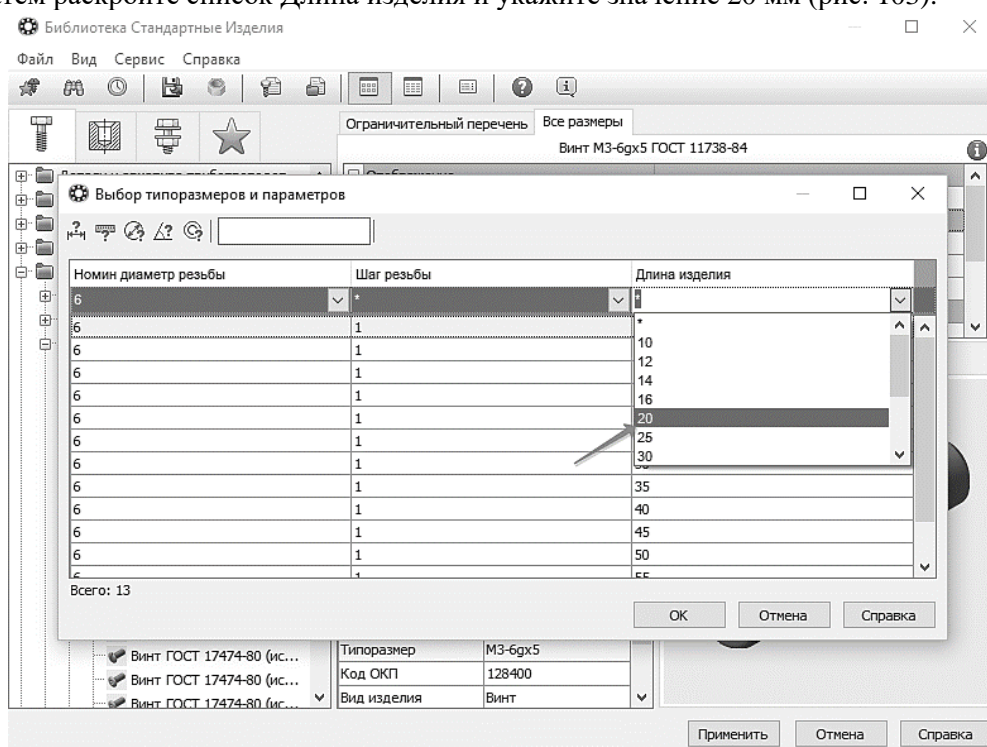

Рис. 103. Выбор длины Винта
10.2.6 Затем раскройте список Длина изделия и укажите значение 20 мм (рис. 103).